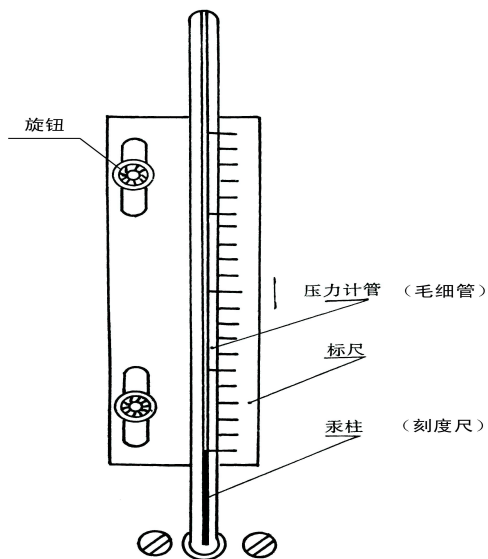

图 6
5、稳定 30min~60min，同时拧紧培养瓶盖和水柱盖，接着松开固定压力计刻度尺的旋钮，并调节刻度尺，使 0 刻度正好与汞柱的顶端水平重合，然后重新拧紧旋钮。（如图 6）。